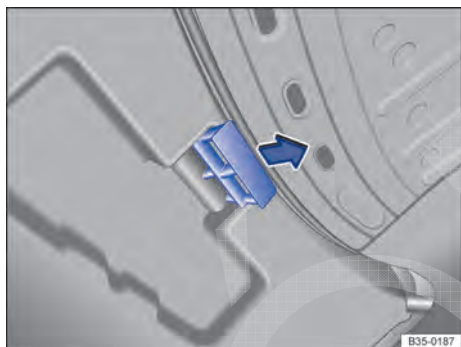

Fig. 216 A partir do compartimento de bagagem: destravar a tampa do compartimento de bagagem emergencialmente (variante 1).
- Pressionar a alça no sentido da seta ➔ Fig. 216 para destravar a tampa do compartimento de bagagem.